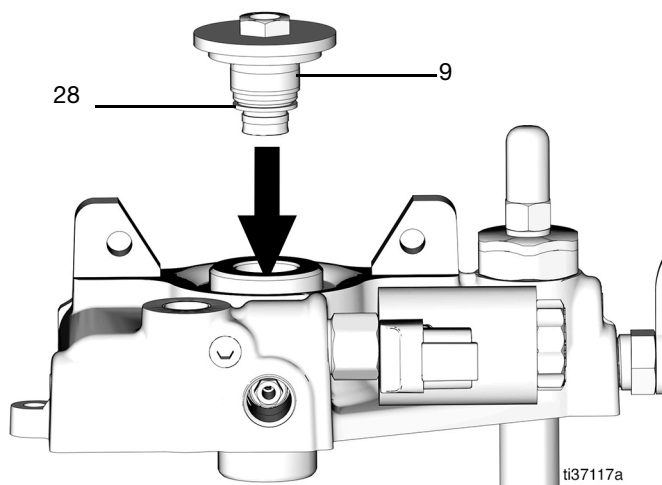

FIG. 53
6. Engrase la junta tórica (28), ponga la tuerca de retención (9) en el alojamiento de la bomba y apriétela un poco (Fig. 53).